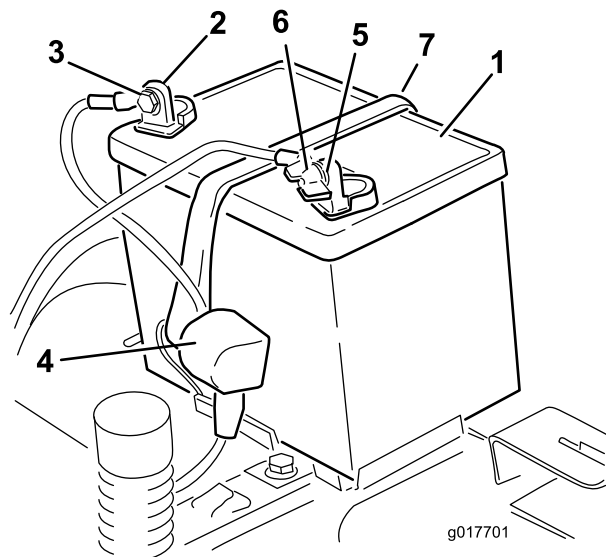

Figure 36
4. Débranchez le câble négatif (noir) de mise à la masse de la borne de la batterie (Figure 36). Conservez toutes les fixations.
5. Repoussez le capuchon en caoutchouc sur le câble positif (rouge). Débranchez le câble positif (rouge) de la borne de la batterie (Figure 36). Conservez toutes les fixations.
6. Déposez la barrette de maintien de la batterie (Figure 36) et soulevez la batterie de son support.
1. Placez la batterie dans son support (Figure 36).
5. Fixez la batterie en place à l'aide de la barrette de maintien (Figure 36).